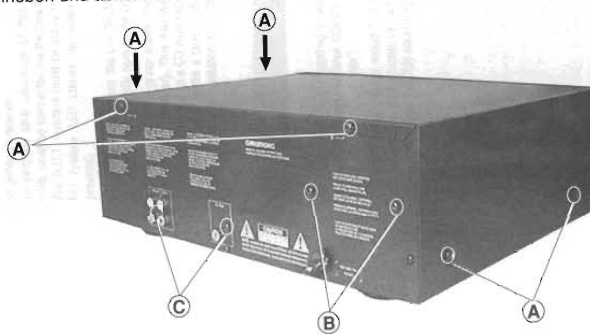

Fig. 1
- 6 Schrauben (A) herausdrehen (Fig. 1).
- 2 Schrauben (B) herausdrehen (Fig. 1).
- 2 Schrauben (C) (Fig. 1) herausdrehen.
- Undo 6 screws (A) (Fig. 1).
- Undo 2 screws (B) (Fig. 1).
- Undo 2 screws (C) (Fig. 1).